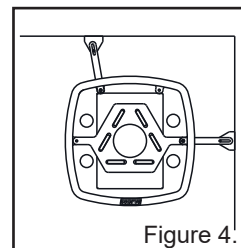

Figure 4.
- Le poêle doit être fixé au mur ou aux bancs à l'aide de deux fers de support, comme illustré sur la Fig. 4 et 5.